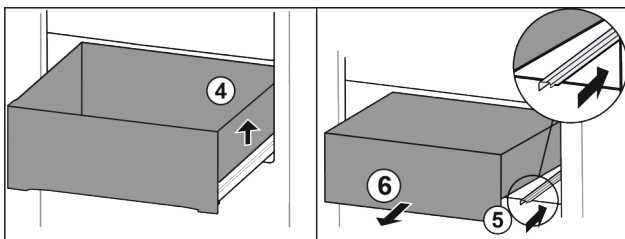

Fig. 14\*
- ▶ Lade rechts optillen Fig. 14 (4).\*
- ▶ Rechter rail erin schuiven Fig. 14 (5).\*
- ▶ Lade er naar voren toe uitnemen Fig. 14 (6).\*